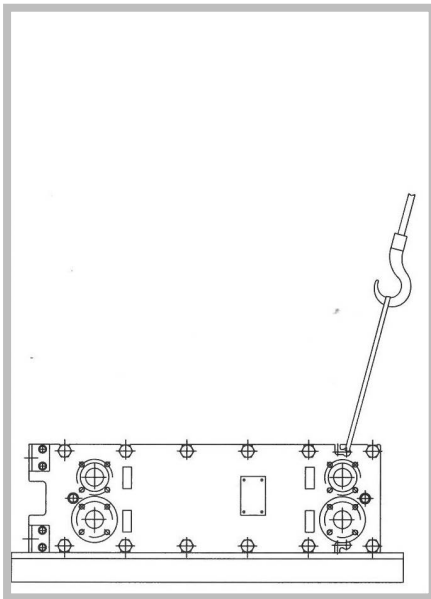

Abbildung 22
2. Befestigen Sie geeignetes Anschlagmittel an den vorgesehenen Einhängeösen der Gestellplatten (Abbildung 22). Kettengehänge dürfen nicht verwendet werden. Der PWÜ kann beschädigt werden und abrutschen.